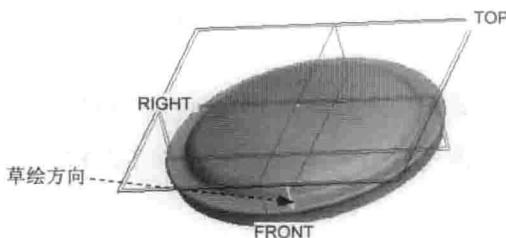
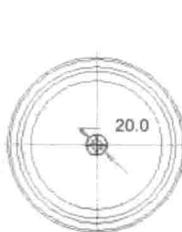

图 1.18 草绘平面
图 1.19 截面草图
(1) 选择命令。单击**模型**功能选项卡**形状**区域中的**拉伸**按钮，此时系统弹出“拉伸”操控板。
(2) 先确认“实体类型”按钮被激活，然后确认操控板中的“移除材料”按钮和“移除与曲面垂直的材料”按钮被激活。
(3) 绘制截面草图。在图形区右击，从系统弹出的快捷菜单中选择**定义内部草绘**命令；选取TOP基准平面为草绘平面，选取RIGHT基准平面为参考平面，单击**反向**按钮，使用图1.18所示的草绘方向；然后选取RIGHT基准平面为参考平面，方向为上；单击**草绘**按钮，绘制图1.19所示的截面草图。